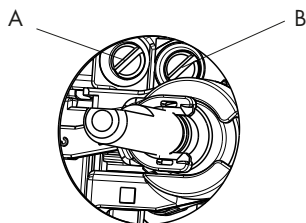

Fig 8
- Per la regolazione del minimo agire con opportuno cacciavite sulla vite posta sul runibetto (Fig. 8) dopo averlo ruotato in posizione di minimo. Per GPL (butano/propano) avvitare a fondo.